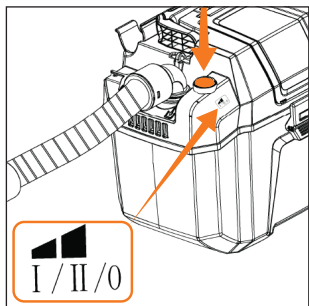

Рис. 9
- Нажмите на кнопку включения первый раз, пылесос начнет работать в стандартном режиме. Нажмите второй раз, пылесос начнет работать в режиме высокой мощности. При нажатии третий раз пылесос выключается (Рис. 9).